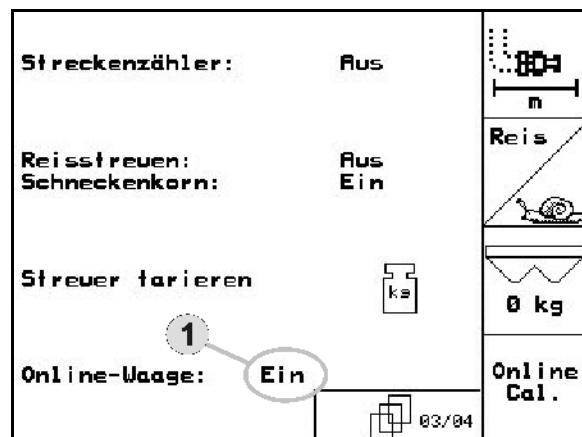

Fig. 38
- Machine data menu: select Switch on online scales (Fig. 38/1).